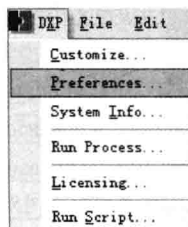
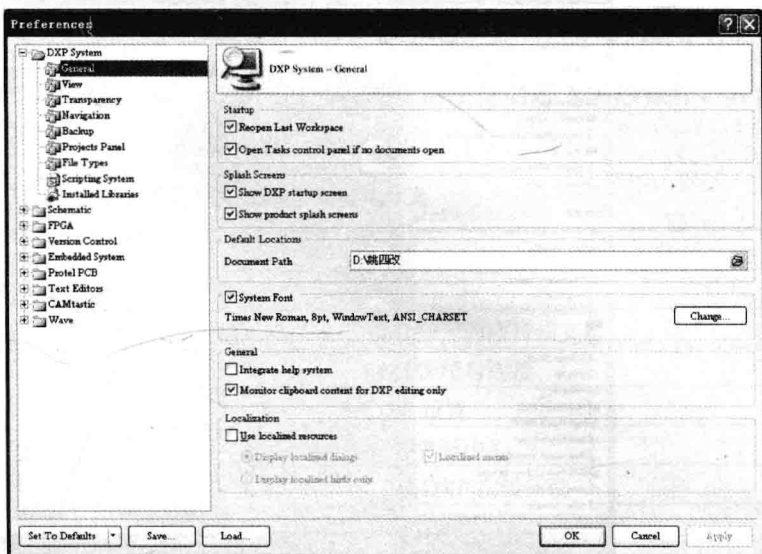

图 1-3 DXP 下拉菜单
图 1-4 Preferences 对话框
(1) 单击菜单栏中的 DXP 菜单, 弹出如图 1-3 所示的下拉菜单, 从中选择 Preferences 命令, 弹出 Preferences(系统参数设置)对话框, 如图 1-4 所示。